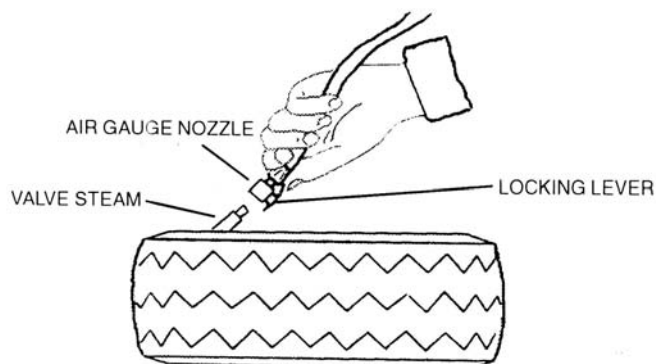

рис.8
- 4) Помните, что воздух нужно накачивать короткими струями и постоянно проверять давление. Когда будет достигнуто требуемое давление, отсоедините наконечник от соска и завинтите на сосок колпачок (рис.8).